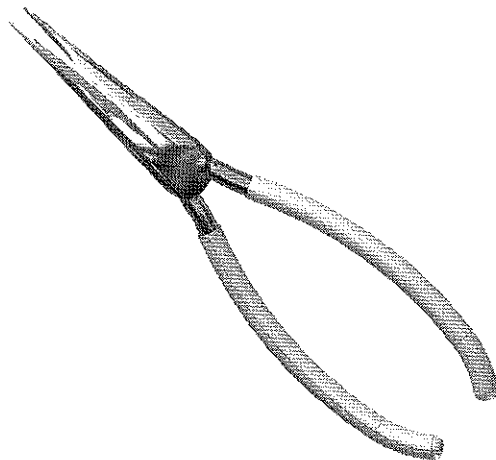

Figura 31
7. Alicates de ponta fina 177250, 1 unidade; consulte a Figura 31.